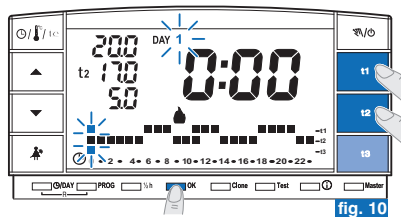

fig. 10
- Confermare per ogni ora del giorno il tipo di temperatura desiderata (Comfort, Economy, Assenza) premendo i tasti **t1**, **t2** e **t3** (ad ogni pressione avviene la conferma e lo spostamento dei digit all'ora successiva, l'ora corrispondente è mostrata sul display) sino a completare il diagramma giornaliero di 24 ore relativo al giorno di **Lunedì**; i due digit lampeggiano sull'ora **0:00** (es. fig. 10).